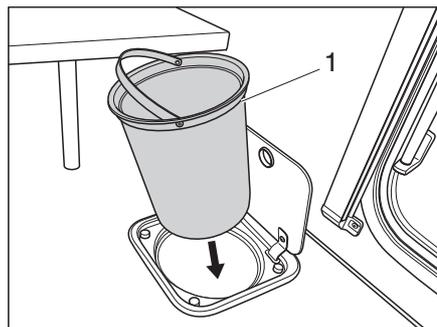

Fig. 169 Contenitore dei rifiuti cucina
- Prelevare il contenitore dei rifiuti (Fig. 169,1) per il manico e svuotarlo attenendosi alle disposizioni vigenti.